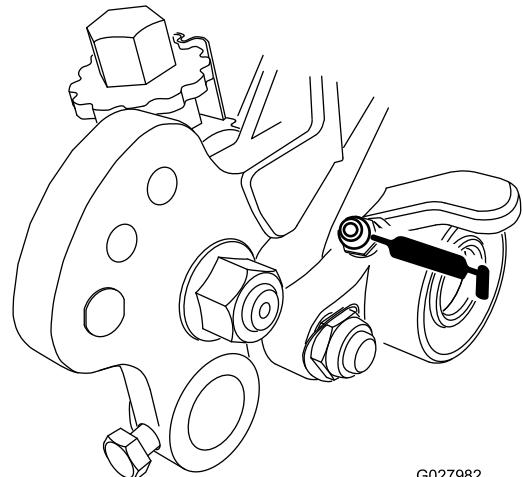
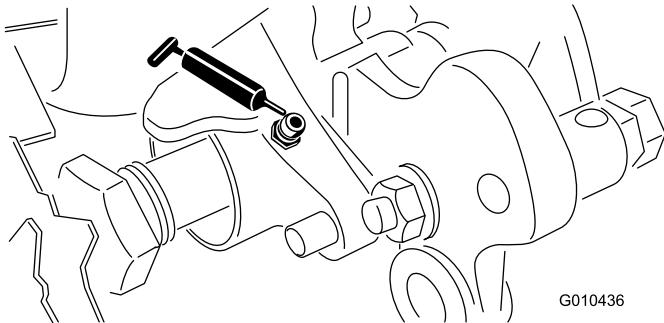

Рисунок 17
Рисунок 18
33. Подшипники механической щетки (Рисунок 17 и Рисунок 18) следует смазывать еженедельно или после каждого 10 часов работы, а также перед длительными периодами простоя и